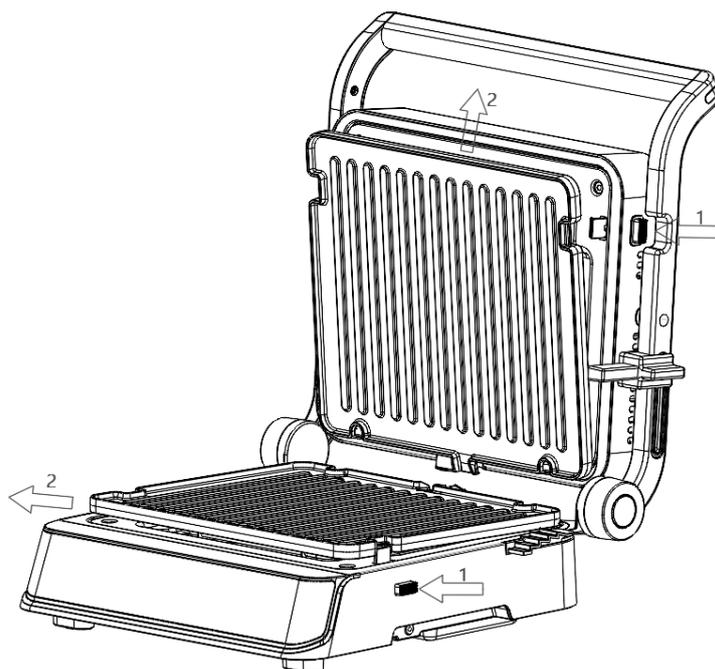

Рис. 7
1. Чтобы снять пластины раскройте прибор на 95° или 180°, нажмите кнопку разблокировки пластины гриля (1), пластина выйдет из замка, и потяните ее (2), как показано на рис. 7.